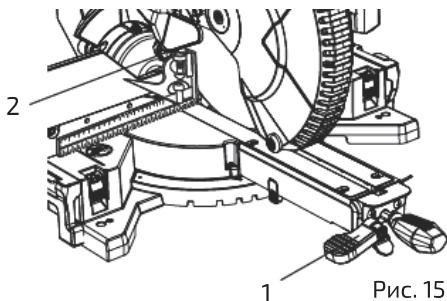

Рис. 15
- Ослабить рукоятку фиксации наклона (1) (рис. 15).
- Извлечь стопорный штифт 33,9° (2), наклонить режущий блок пилы до правого упора на 33,9° и вставить обратно стопорный штифт 33,9° (2) (см. рис. 15).
- Наклонить режущий блок пилы до левого упора на 33,9°, вставив стопорный штифт 33,9° (2) (см. рис. 15).